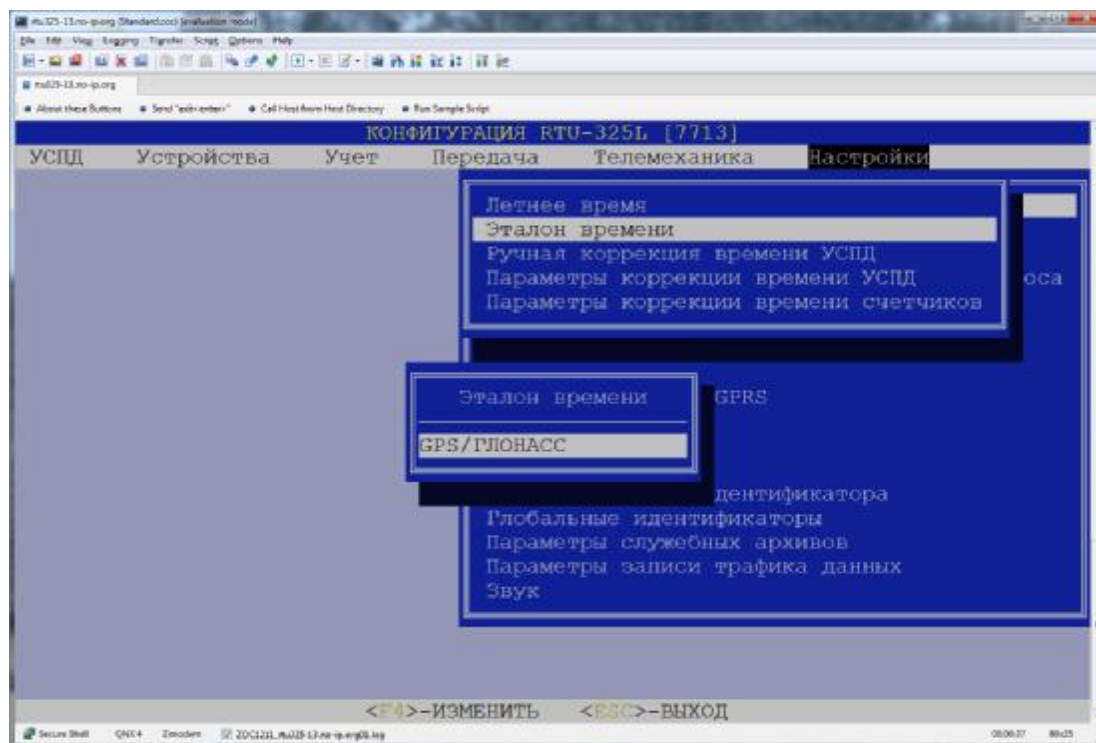

Рисунок 4
6.4.1.1. Настроить эталон времени на GPS приемник (рисунок 4)